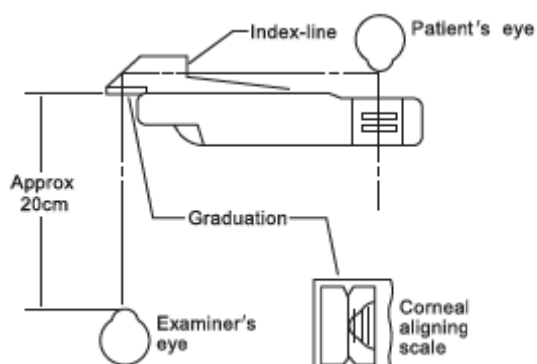

Fig.25
ce așezați strâns fruntea pacientului pe rezema frunții ②⑨, priviți prin deschiderea de aliniere a corneei ⑩ de la aproximativ 20 cm distanță. Uitați-vă la vârful corneei pacientului (Fig.25) după indicatorul deschiderii de examinare a deschiderii de aliniere a corneei ⑩ se aliniază cu linia mai lungă de pe scară. Linia mai lungă din deschidere înseamnă că distanța de măsurare este de 13,75 mm, care este distanța standard de purtare a ochelarilor. Trei linii mai scurte sunt furnizate la o distanță egală de 2 mm față de linia mai lungă. Dacă vârful corneei testatului este poziționat pe a doua linie mai scurtă de la linia mai lungă, puterea lentilei ar trebui să fie valoarea măsurată atunci când ochelarii sunt plasați la 17,75 mm distanță de vârful corneei (valoarea standard 13,75 mm + valoarea de corecție a secundului mai scurt). linie 4mm =17,75mm). Dacă distanța reală de purtare a ochelarilor este diferită de valoarea standard (13,75 mm), corectarea trebuie făcută conform Tabelului 1 și Tabelului 2.